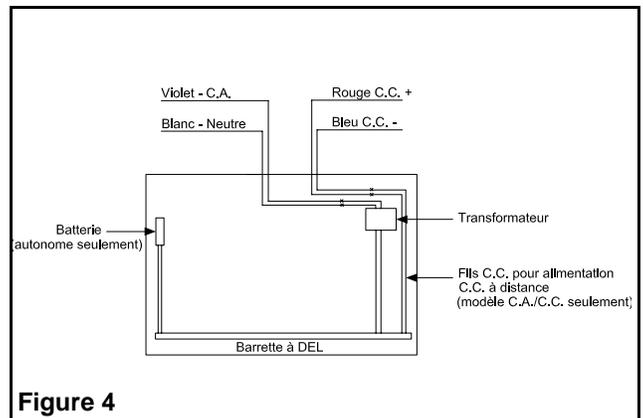

Figure 4
2. **Connexions électriques:** Connecter le transformateur, à l'intérieur du boîtier, puis l'autre extrémité à la ligne C.A. dans la boîte de jonction. Connecter le conducteur blanc au neutre et le conducteur violet à la C.A. (entrée universelle 110 à 347 V C.A.). (Voir figure 4). Connecter le fil de mise à la terre (fil vert) à la boîte de jonction.
- Option :** Pour les modèles C.A. utilisés avec l'alimentation C.C. à distance: Une extrémité sera connectée aux conducteurs de la barrette à DEL, à l'intérieur du boîtier, puis l'autre extrémité sera connectée à l'alimentation C.C. dans la boîte de jonction. Connecter le conducteur rouge au positif, et le conducteur bleu au négatif de l'entrée C.C. à distance (voir figure 4).